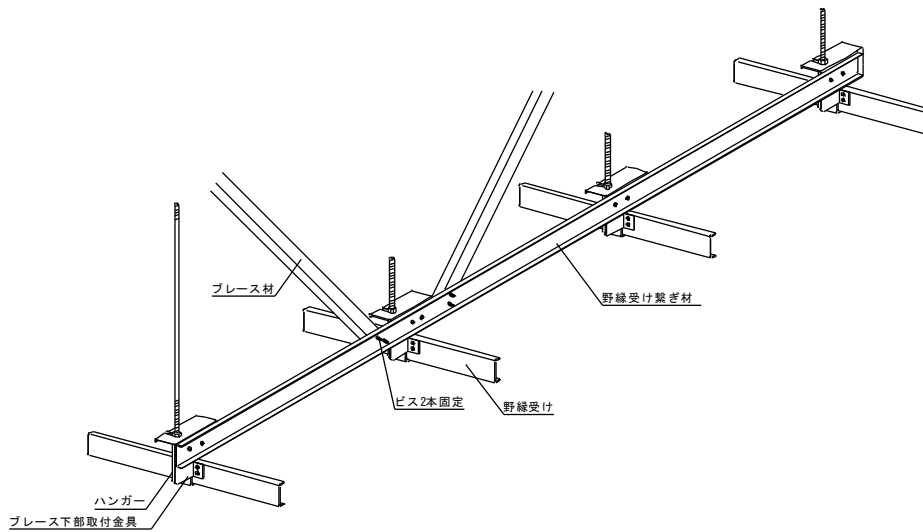
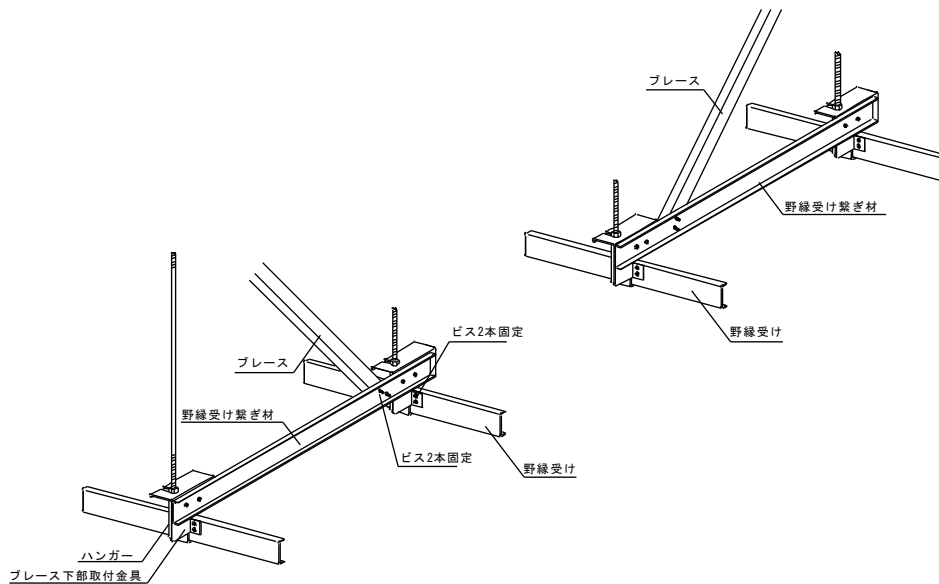

図2-6-8 野縁受け直交方向のブレース下部V字配置の場合
図2-6-9 野縁受け直交方向のブレース下部逆ハの字配置の場合
⑤野縁受け直交方向にブレースを取付ける場合は、野縁受け繋ぎ材にブレース 1 本あたりビス 2 本固定とする。(図 2-6-8、図 2-6-9 参照)